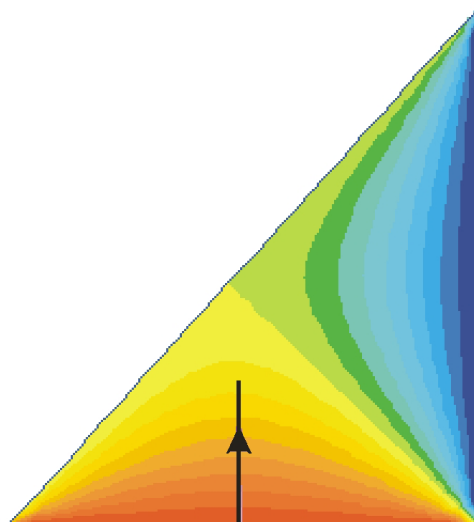

Рис. 56. Линейный контур на картине поля
На рис. 56 изображено температурное поле с линейным контуром. Вдоль линии контура значение температуры уменьшается. Совокупность значений температуры, лежащих под линией контура, ELCUT может обрабатывать отдельно от других, например, построить график изменения температуры в осях длина – температура.
6. Нарисовать контур, показанный на рис. 56.
10. Открыть новое окно с полем температуры и нарисовать контур, аналогичный показанному на рис. 56, но направленный в противоположном направлении. Построить график и таблицу значений.